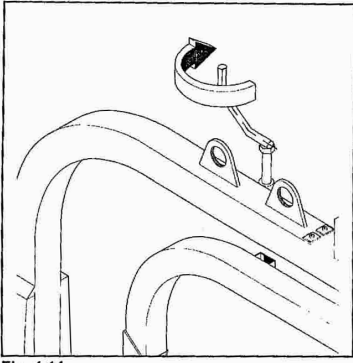

Fig. 4-14
6. Den Sicherungsbolzen, der den Wickelarm während des Transports am Rahmen festhält, herausnehmen, siehe Abb. 4-14 und 2-7. Falls vorhanden, klappen Sie den zweiten Wickelarm und die beiden Messerträger der Twin Maschine auf (Siehe Kap. 2.10 und Abb. 2-7; 2-8; 2-9; und 2-10) und sichern sie diese.